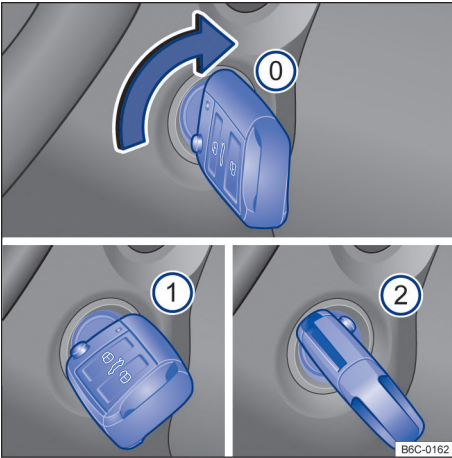

Fig. 81 Al lado del volante de la dirección, a la derecha: posiciones de la llave del vehículo en la cerradura de encendido.
Posiciones de la llave del vehículo → **fig. 81**
- *Vehículos con arranque en caliente:* girar la llave del vehículo a la posición → **fig. 81** ①. El encendido está conectado. En ese momento la luz de control del sistema de arranque en caliente ∞ se encenderá en el instrumento combinado. Esperar a que la luz de control ∞ se apague indicando el final del calentamiento del combustible (esta acción puede ser necesaria en condiciones de arranque con el motor frío).
- Girar la llave del vehículo en el cilindro del encendido hacia la posición → **fig. 81** ② – no acelere. Cuando el motor comience a funcionar, soltar la llave del vehículo en la cerradura de encendido.
- *Vehículos con arranque en caliente:* girar la llave del vehículo en el cilindro del encendido hasta la posición → **fig. 81** ② para poner en marcha el motor – sin acelerar. En caso de que ▶
no se respete la etapa 5, la luz de control  parpadeará indicando la necesidad de interrumpir el procedimiento de arranque y repetirlo después de volver la llave a la posición → fig. 81  y esperar aproximadamente 10 segundos.